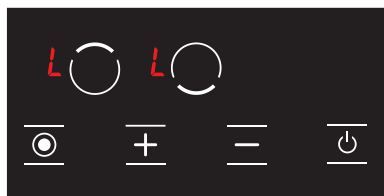

Abbildung 20
1. Wenn der Herd eingeschaltet und die Tastensperre aktiv ist, erscheint das Symbol **L** auf dem gesamten Bildschirm. (siehe Abb. 20) Wenn eine heiße Kochplatte vorhanden ist, werden die Symbole **L** und **H** abwechselnd auf dem Bildschirm angezeigt. Nur mit der **Strom** Taste kann der Herd ein- und ausgeschaltet werden.